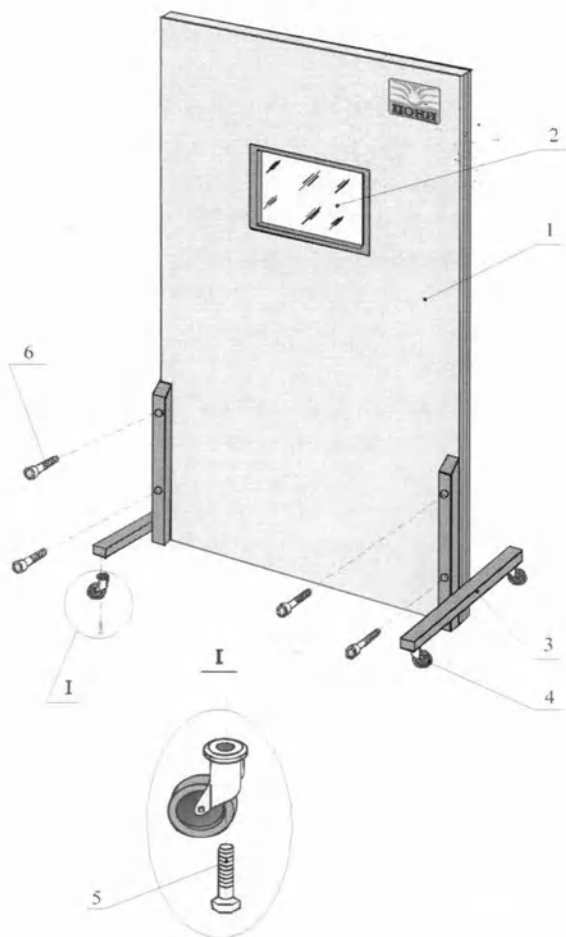

Рис.2. Схема сборки ширмы ШРБ1
- 4.3 Изделие может поставляться в разобранном виде. В этом случае после выполнения пп. 4.1 и 4.2 осуществите сборку ширмы, руководствуясь указаниями рис.2.